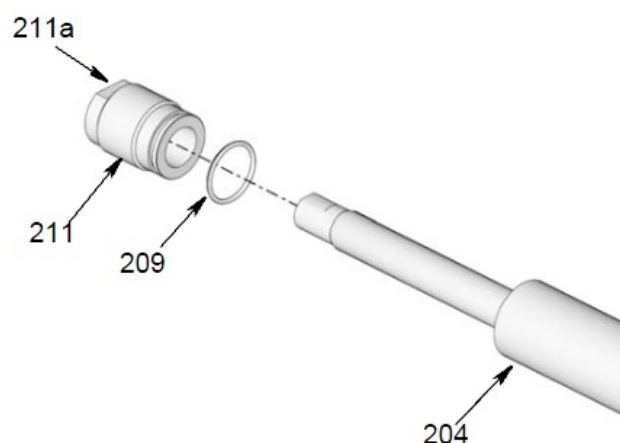

Рис. 35
15. Нанесите тонкий слой смазки на О-образное кольцо (209) и установите на уплотнительный фиксатор (211) (рис. 35).
16. Прикрутите уплотнительный фиксатор (211) к цилиндру насоса (204), установите уплотнительный конец будет установлен в цилиндр насоса, как показано на рис. 35. Закрутите гайку (211a) монтажным ключом, чтобы зафиксировать гайку адаптера. Затяните до достижения момента 18-22 фунт-футов (24-30 Н.м).